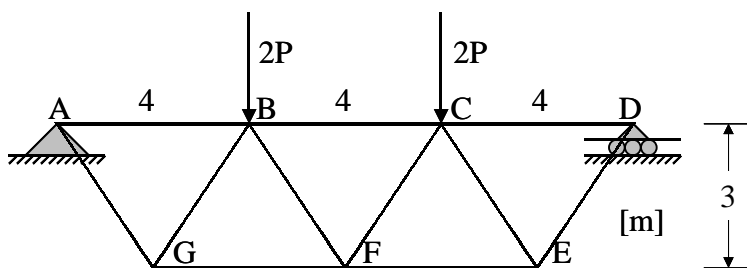

Figure 3
3. The truss illustrated in Fig. 3 must be designed with all members having the same square cross-section. Determine the size of the cross-section in order to meet the σ_y/γ_y and σ_{cr}/γ_{cr} requirements, using $E = 200$ GPa, $\sigma_y = 100$ MPa and a loading of $P = 20$ kN (25 points).
3. Le treillis illustrés à la Fig. 3 doit être dimensionné de telle sorte que toutes les membrures aient la même section carrée. Déterminer les dimensions de cette section afin de rencontrer les critères de sécurité σ_y/γ_y et σ_{cr}/γ_{cr} , en utilisant $E = 200$ GPa, $\sigma_y = 100$ MPa et un chargement de $P = 20$ kN (25 points).